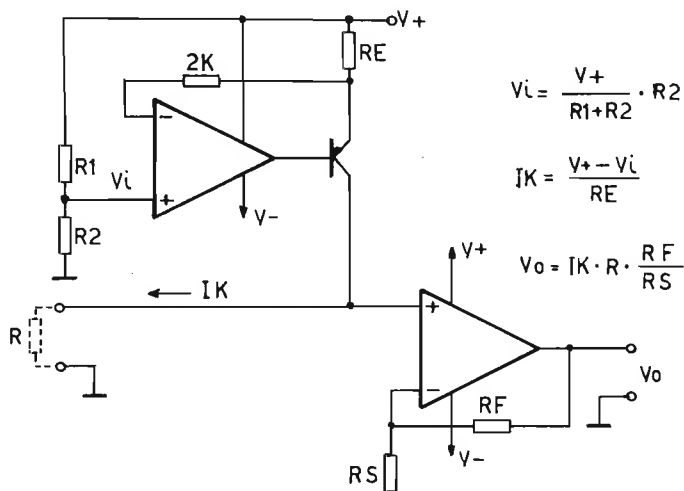

Figura 11 - Schema elettrico dell'ohmmetro.
La figura 11 illustra lo schema a blocchi e lo schema elettrico del circuito per misurare le resistenze; è formato da un generatore di corrente costante (IK) e da un amplificatore adattatore di livello per il voltmetro. La tensione d'uscita sarà la IK X R X il guadagno dell'amplificatore operazionale adattatore di livello. Nella figura sono indicate queste formule ed anche